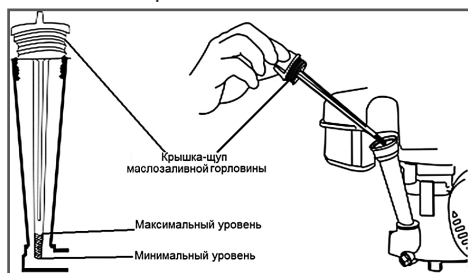

Рис. 9 Проверка уровня масла
1. Открутите крышку-щуп маслосазливной горловины (Рис. 9).